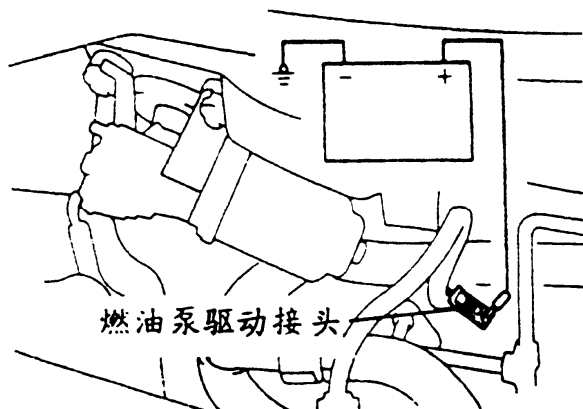

图 3-45 连接燃油泵驱动接头
(1) 用 MUT-II 进行执行器测试 (ACTUATOR TEST)，强制驱动燃油泵，以检查燃油泵的动作情形。
(2) 如果燃油泵不起作用，将点火开关转到 OFF 位置。如图 3-45 所示，把燃油泵驱动接头（黑色）直接连接蓄电池，检查在油箱附近可否听到燃油泵的动作声音。用手指捏住燃油管，以感觉有无油压。由于燃油泵采用油箱内置式，所以不容易听到燃油泵的动作声，这时可拆下油箱盖，从加油口来检查。